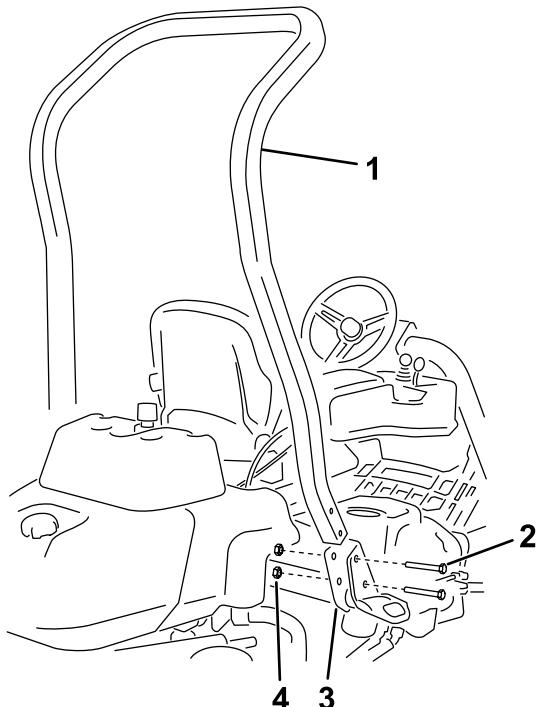

Figura 3
- Utilizzate 4 bulloni ($\frac{1}{2}$ " x $3\frac{3}{4}$ ") e 4 dadi flangiati ($\frac{1}{2}$ ") per montare il roll bar nelle staffe del ROPS su ciascun lato della macchina, come illustrato nella Figura 3.